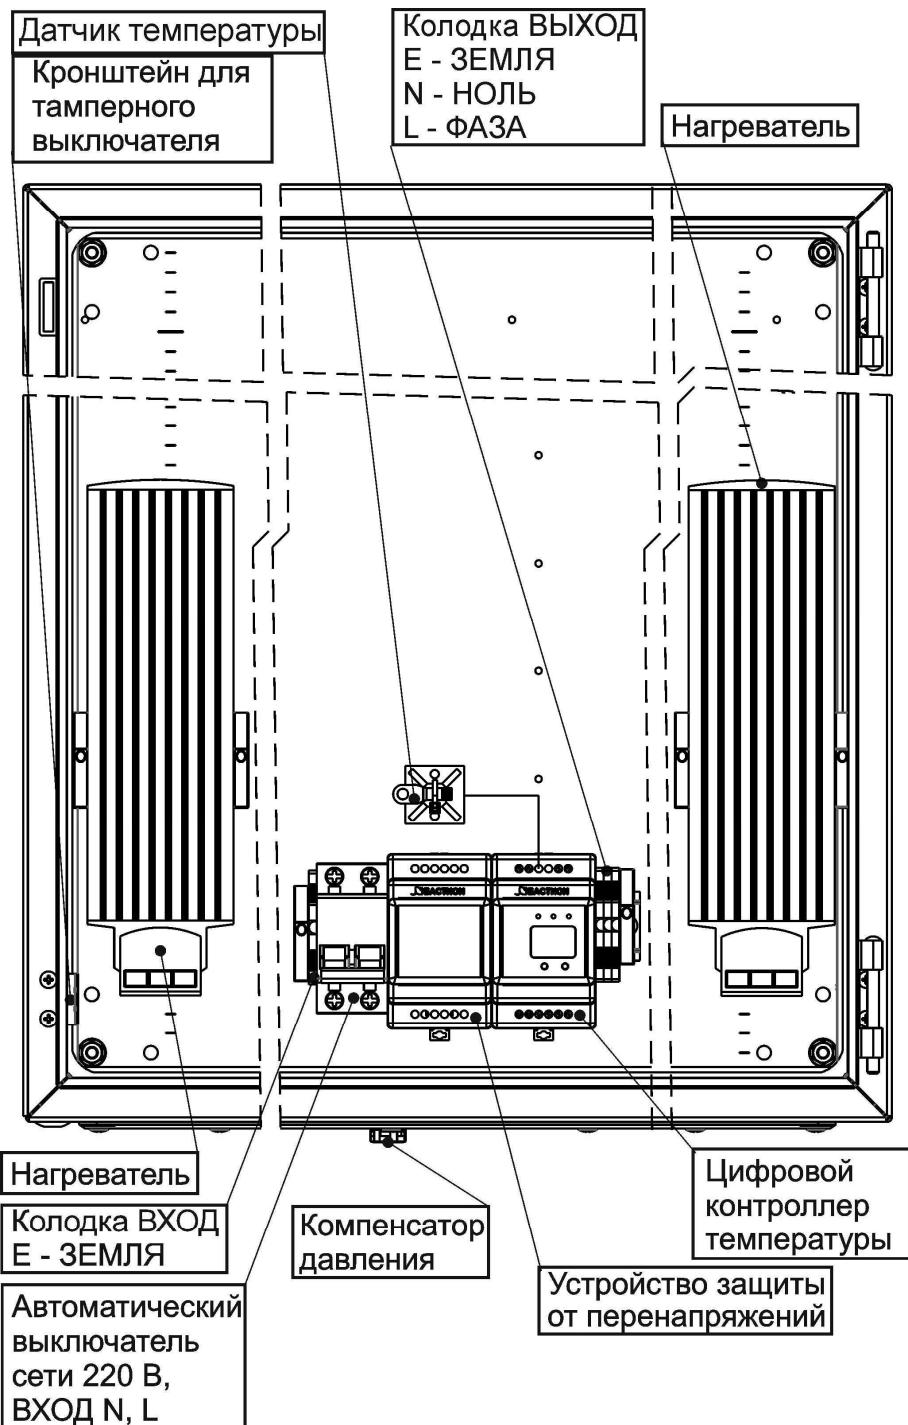

Рисунок 2 – Вид изделия с открытой дверцей
При открытой дверце осуществляется доступ к следующим узлам, расположенным на DIN-рейке: цифровому контроллеру температуры; автоматическому выключателю; клеммной колодке ВХОД и ВЫХОД~ 220В (см. рисунок 2). Общий вид изделия с открытой дверцей показан на рисунке 2.
Перед проведением электромонтажа, многожильные провода рекомендуется окончить втулочными наконечниками (наконечники входят в комплект поставки). Выполните подключение внешних цепей к изделию в соответствии с назначением клемм подключения (см. рисунок 2) в следующей последовательности:
- Провод заземления подключите к клемме Е (ЗЕМЛЯ) на колодке «ВХОД» (см. рисунок 2).
- Подключите, соблюдая фазировку, к клеммам автоматического выключателя сетевые провода N (НОЛЬ) и L(ФАЗА) (см. рисунок 2).
- В случае необходимости установите тамперный переключатель (входит в комплект поставки) на специальный кронштейн (см. рисунок 2), используя входящий в комплект крепеж.